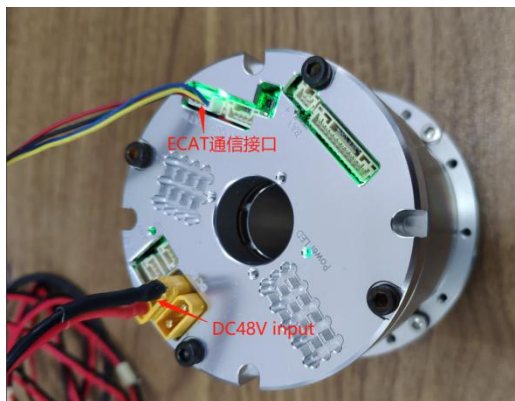

图 8-3 EtherCAT 接线
Step1: 如图 8-3, 安装有主站软件 (TwinCAT3) 的电脑或者其他具备 EtherCAT 通信的主站控制器, 通过网线连接 eRob 的 ECAT 通信接口 (TwinCAT 连接模组操作方法详见《eDriver EtherCAT 通信应用手册第 4 章 TwinCAT 主站控制》), 然后给 eRob 提供正确电源。